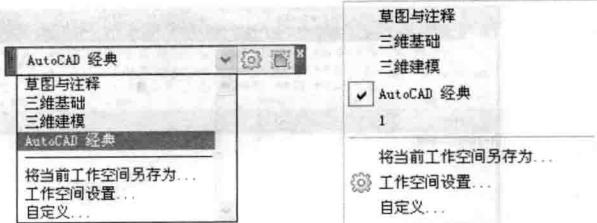

图 1-5 “工作空间控制”列表
- ◆ 展开“工作空间”工具栏上的“工作空间控制”下拉列表，选用工作空间，如图 1-5 所示。